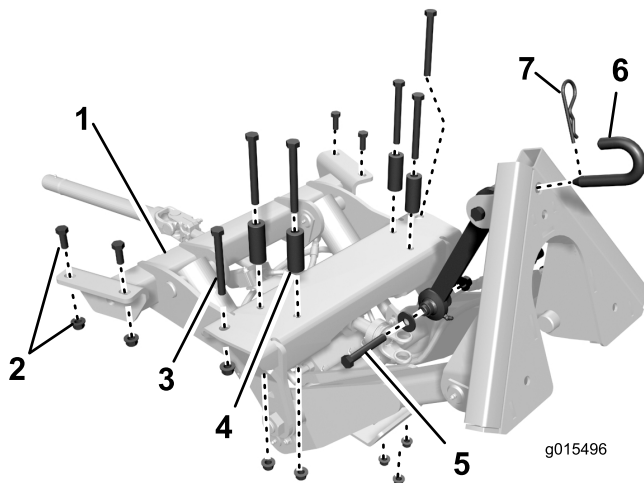
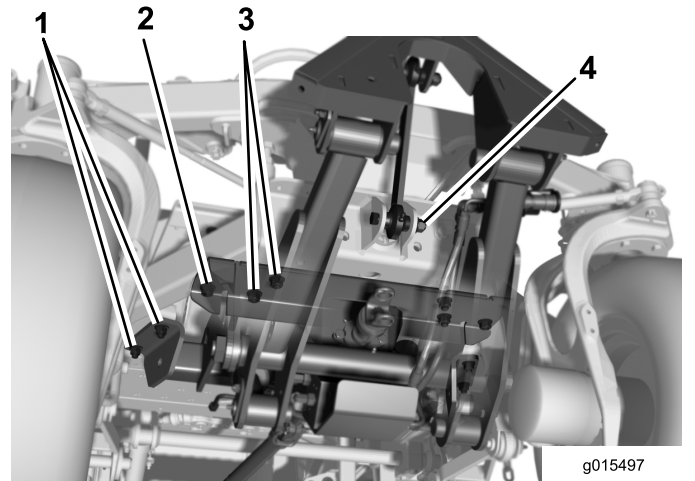

図 5
図 6
1. 図5は、前アタッチメントフレームをトラクションユニットのフレームの下側に取り付ける位置や、取り付け用の金具類の大きさや位置を、上から見た状態を示している。
3. 前アタッチメントフレームを機体の前部に置く図6。
4. 前アタッチメントフレームを持ち上げて取り付け穴をフレームの穴および前フレームのクロスプレートに合わせる図6。
5. アタッチメントの前部で、左右にある外側穴を、フレームのチャンネル鋼に合わせて固定するねじ $\frac{1}{2}$ x 4 $\frac{1}{2}$ "、フランジナット $\frac{1}{2}$ "を使用して図6のように取り付ける。
6. アタッチメントの後部で、左右を、フレームのチャンネル鋼に仮止めするねじ $\frac{1}{2}$ x 1 $\frac{1}{4}$ "2本、フランジナット $\frac{1}{2}$ "を使用して図6のように取り付ける。
7. 残り4つの取り付け穴を使って、アタッチメントをフレームのクロスプレートに固定するねじ $\frac{1}{2}$ x 4 $\frac{1}{2}$ "、スペーサ、フランジナット $\frac{1}{2}$ "を使用して図6のように取り付ける。スペーサはねじの頭とクロスプレートの間に入れる。
9. 上リンクアセンブリをアクスルサポートに固定するねじ $\frac{1}{2} \times 3\frac{1}{4}$ "、サポートワッシャ 2 枚、スペーサ、ロックナット $\frac{1}{2}$ "を使用して図 5 および図 6 のように取り付ける。